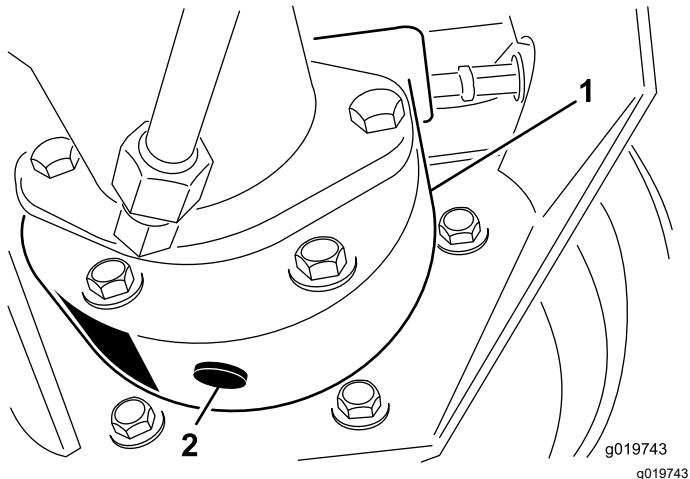

Рисунок 55
- Подставьте поддон под корпус тормоза, снимите пробку сливного отверстия и дайте маслу стечь (Рисунок 55).